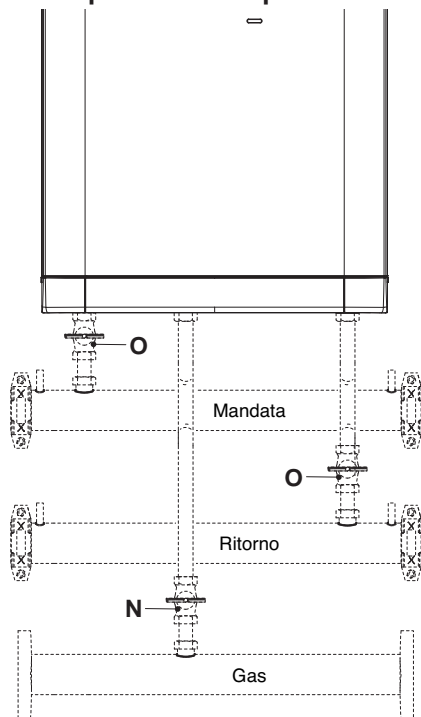

Figura 6.1
- Aprire il rubinetto del contatore gas e quello previsto in installazione (N) in Figura 6.1.
- Richiudere il rubinetto gas (N).
- Aprire i rubinetti di mandata e ritorno (O) previsti in installazione (Figura 6.1).
- Aprire il rubinetto gas (N) previsto in installazione, in Figura 6.1.